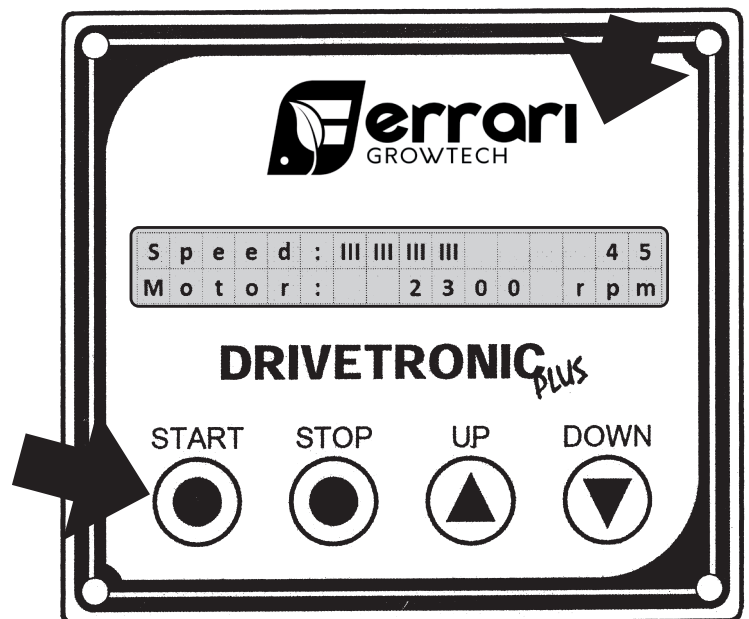

Fig. 3
- Premere il pulsante **START** sul tastierino (**Fig. 3**) e compare la videata indicata. A questo punto la macchina avanza alla velocità impostata sul display (in questo esempio **45**), che può essere modificata tramite i due pulsanti
- Press the **START** button on the keypad (**Fig. 3**) and the indicated screen will be displayed. At this point the machine advances at the speed set on the display (in this example **45**), which can be modified by means of the two buttons
- Appuyer sur le bouton **START** sur le pavé numérique (**Fig. 3**), l'écran indiqué apparaît alors. La machine avance alors à la vitesse configurée sur l'écran (dans cet exemple **45**), qui peut être modifiée à l'aide des deux boutons  .
- Presione el botón **START** en el teclado numérico (**Fig. 3**) y aparece la pantalla indicada. A partir de aquí la máquina avanza a la velocidad configurada en el visualizador (en este ejemplo **45**), que puede ser modificada mediante los dos botones  .